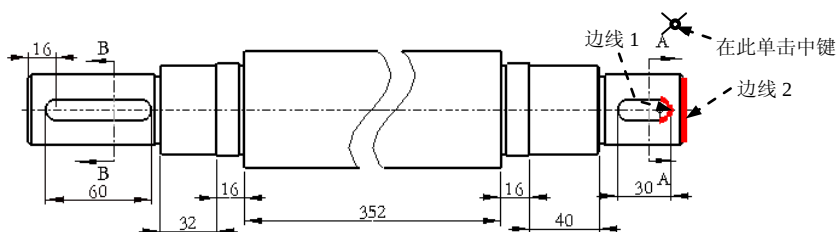
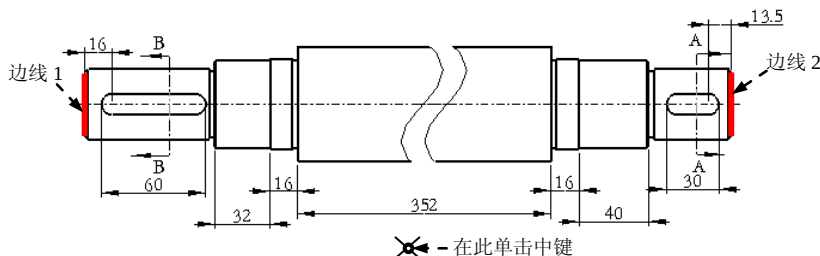
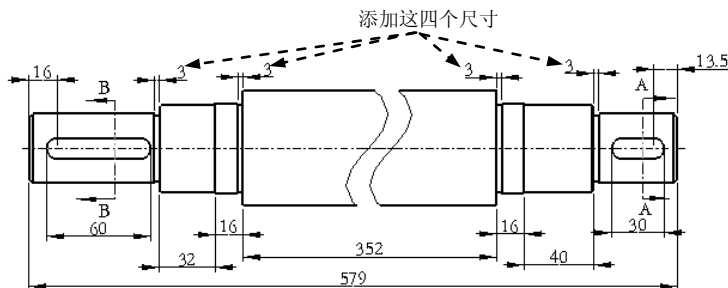

图 5.8.14 定义尺寸标注的参考(七)
图 5.8.15 定义尺寸标注的参考(八)
图 5.8.16 添加尺寸
(6) 添加尺寸(六)。在“选择参考”对话框中单击  按钮, 按住 Ctrl 键, 分别选取图 5.8.13 所示的两条圆弧边线, 然后在图 5.8.13 所示的位置单击中键, 结果如图 5.8.14 所示。
(7) 添加尺寸(七)。在“选择参考”对话框中单击“选择图元”按钮，按住 Ctrl 键，分别选取图 5.8.14 所示的边线 1 和边线 2，在图 5.8.14 所示的位置单击中键，结果如图 5.8.15 所示。
(8) 添加尺寸(八)。按住 Ctrl 键，分别选取图 5.8.15 所示的边线 1 和边线 2，然后在图 5.8.15 所示的位置单击中键，结果如图 5.8.16 所示。
(9) 添加尺寸(九)。参照以上步骤，添加图 5.8.16 所示的四个尺寸。